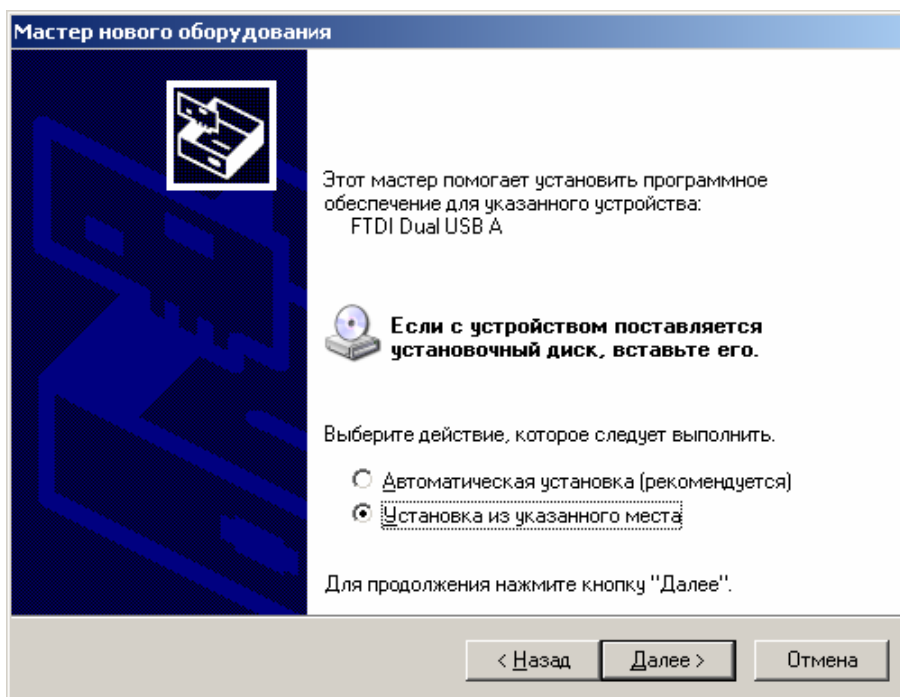

Рис. 2.
**Быстрое тестирование.** Перевести каналы интерфейса RS-485 в режим «RS485-Monitor» (см. п. 8, рис. 2,3), для чего:
**Полное тестирование.** Перевести каналы интерфейса RS-485 в режим «RS485-HDuplex» (см. п. 8, рис. 2,3). Соединить каналы между собой кабелем, изготовленным по схеме рис.7 (п.7.2.). Программой *krontestw.exe* проверить каналы попарно, выбрав для одного из них режим «Slave», а для другого «Master» (см. *krontestw.hlp*).
В окне (рис. 2) выбрать «Установка из указанного места».